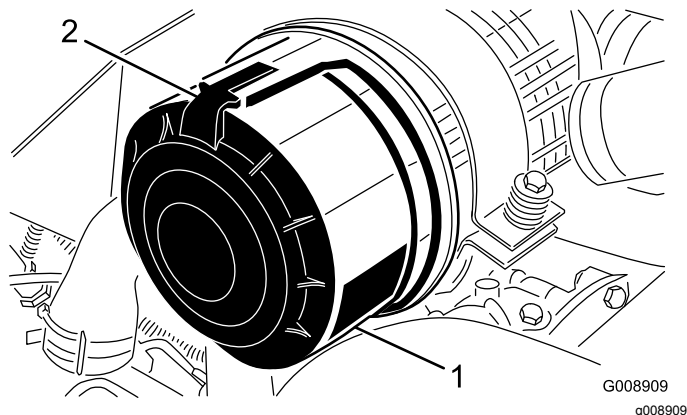

Figura 79
1. Liberte os trincos que fixam a cobertura do filtro de ar ao respetivo corpo (Figura 79).